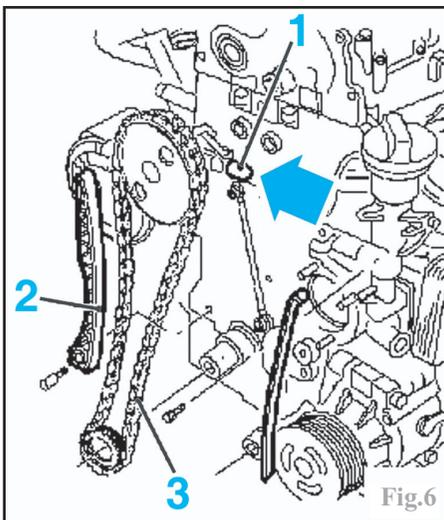

Fig.6
Détendre le tendeur de chaîne (1) puis le déposer (Fig.6).